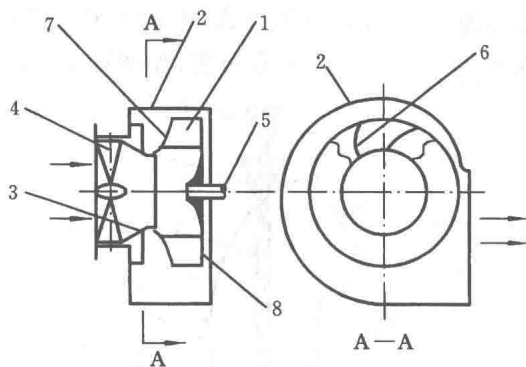
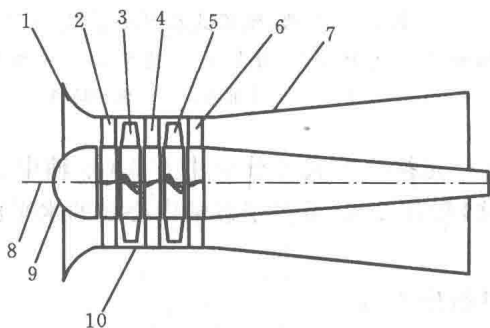

图 1-5 单级、单侧进风离心式风机示意图
图 1-6 两级轴流式风机示意图
(1) 根据气体在叶轮内部的流动方向可分为离心式(气体沿轴向进入叶轮,在叶轮内转为径向流出,如图 1-5 所示)和轴流式(气体沿轴向进入叶轮,经叶轮后仍沿轴向流出,如图 1-6 所示)。
(2) 根据叶轮数目可分为单级(风机内只有一个叶轮,如图 1-5所示)和两级(风机内有两个叶轮,如图 1-6 所示)。
(3) 根据风机产生的压力大小可分为低压风机(全压小于 1 000 Pa)、中压风机(全压为 1 000~3 000 Pa)和高压风机(全压
轴流式风机的主要零部件也是叶轮、主轴和机壳,叶轮由轮毂和叶片组成。图 1-6 所示为轴流式风机结构简图,当主轴带动叶轮旋转时,叶片间的气体从旋转的叶轮中获得能量,并从轴向流出,同时叶轮入口处形成负压,使外界空气由轴向流入叶轮。叶轮连续旋转,就能源源不断地输出有压气体。